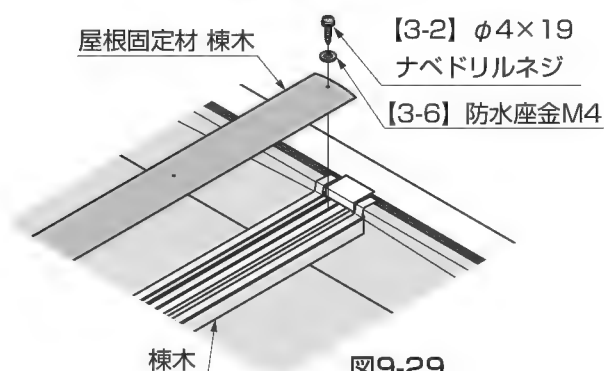

図9-29
④屋根固定材 棟木を棟木にはめ込み、しっかりはまっていることを確認した後、【3-2】、【3-6】で取付けてください。（図9-29参照）